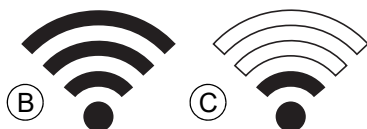

Abbildung 3-2. Anzeige der Signalstärke
3. Siehe **Abbildung 3-2**. Überprüfen Sie, ob das WLAN-Hausnetzwerk vom Mobilgerät erkannt wird. Beobachten Sie die WLAN-Signalstärke.